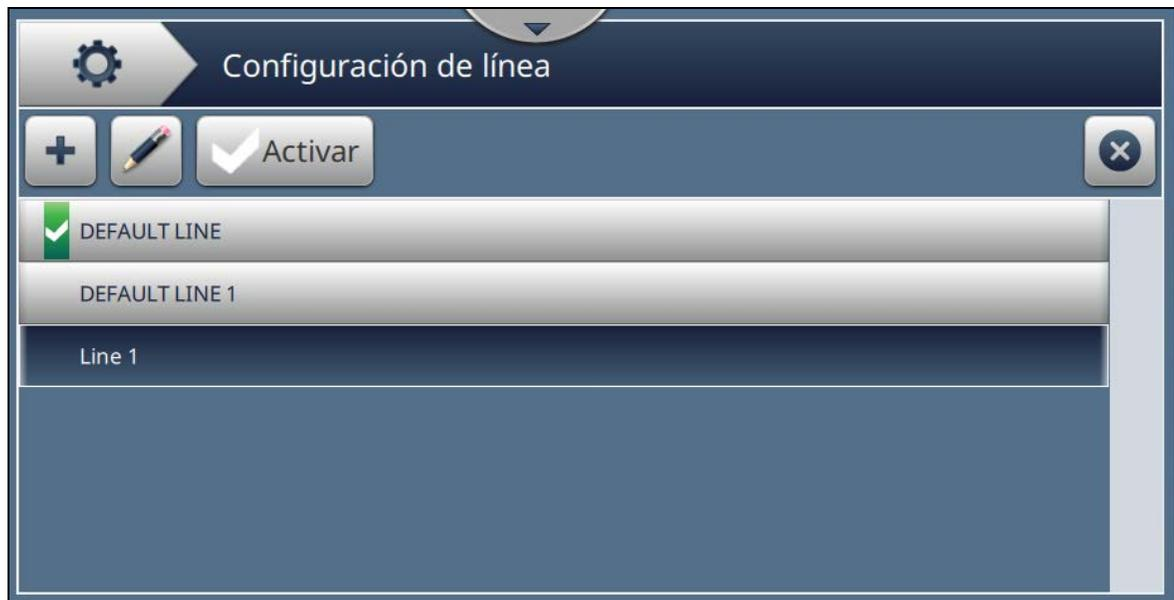

Figura 6-27: Pantalla Configuración de línea
2. Pulse el botón  de la pantalla Configuración de línea para crear una nueva configuración de línea, como se muestra en la Figura 6-27. Se abrirá la pantalla Nombre de la configuración de la línea con un teclado.